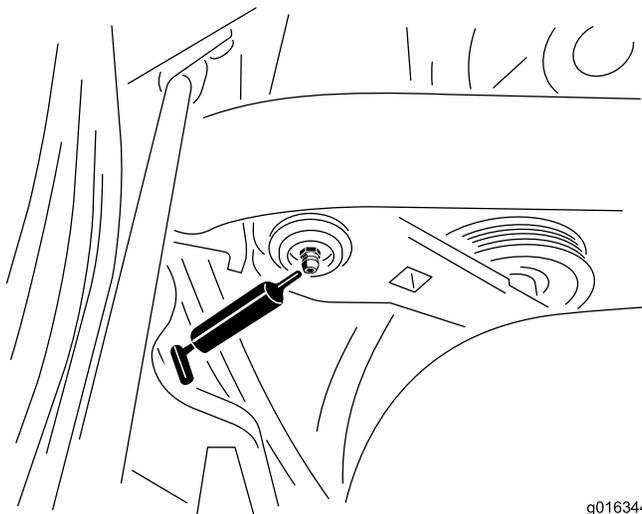

Рисунок 29
1. Тщательно протрите масленку, чтобы посторонние вещества не могли попасть в подшипник или втулку (Рисунок 29).